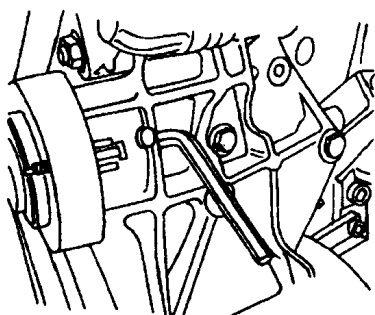
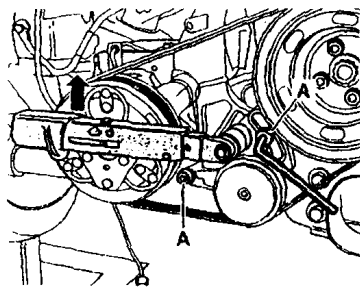

图 1-13
图 1-21
(13) 拆下粘液型风扇带轮, 如图 1-13 所示。
③放松多楔带，沿图 1-13 箭头所示方向转动张紧装置)，拆下多楔带，放开张紧装置。
(2) 安装：在安装多楔带时，应注意皮带轮的正确的位置。
①在皮带轮上套装动力转向泵、发电机和粘液型风扇多楔带。
②在皮带轮上套装水泵和动力转向泵皮带。
③用 $25\text{N}\cdot\text{m}$ 的拧紧力矩拧紧皮带轮。
④将多楔带套装在粘液型风扇上，并用 $45\text{N}\cdot\text{m}$ 的拧紧力矩固定粘液型风扇。
⑤套装空调压缩机多楔带。
⑥如图 1-21 所示，将扭力扳手装在张紧轮紧固螺栓上，以 $25\text{N}\cdot\text{m}$ 力矩张紧。同时，以 $20\text{N}\cdot\text{m}$ 的力矩拧紧螺栓 A。